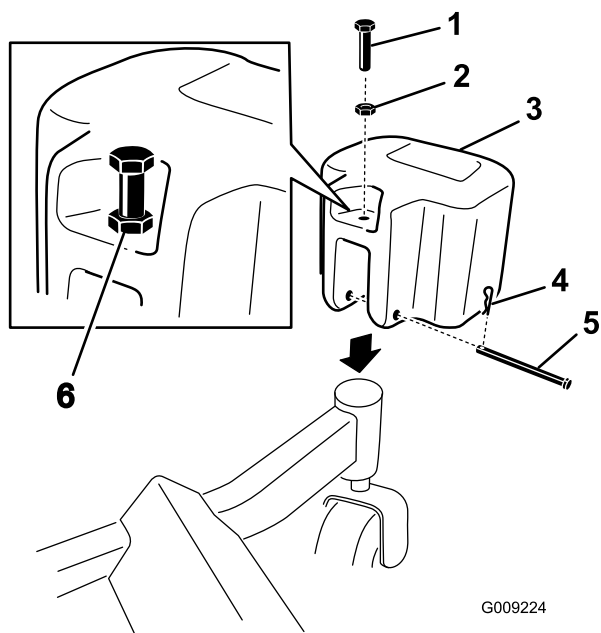

Figura 34
1. Instale contrapesos en las ruedas giratorias delanteras con un pasador y una chaveta (Figura 34).
2. Instale una tuerca en cada perno prisionero, e instale los pernos prisioneros en cada peso (Figura 34).